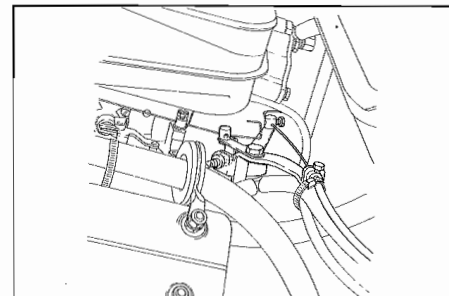

Fig. 18 - Cavo comando starter
- Smontare il cavo comando starter (**Fig. 18**). Staccare l'interruttore di spia.
- Disassemble starter control cable (**Fig. 18**). Disconnect warning light switch.